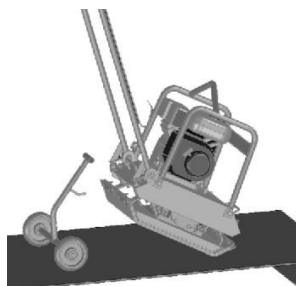

fig. 9
2. Inclinez le compacteur à un angle de 20° et dirigez le crochet de la trousse de roue vers le milieu de la plaque inférieure (fig. 9).